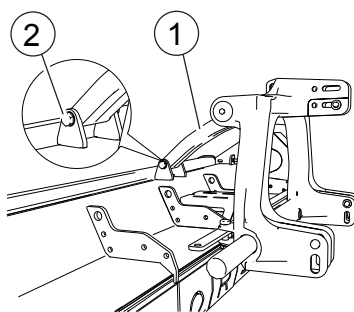
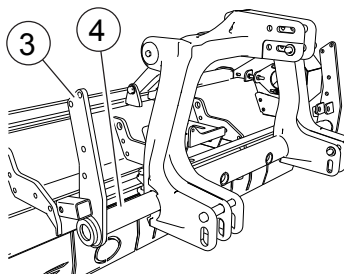

Fig. 22
Fig. 23
- Appoggiare a terra il gruppo di spostamento. Avvicinare il braccio superiore (1, "Fig. 22") al punto di attacco sulla struttura. Avvitare la vite (2, "Fig. 22").
- Posizionare le staffe (3, "Fig. 22") sull'albero (4, "Fig. 23") del gruppo spostamento.
- To support the group of move to earth. Bring the superior arm (1, "Fig. 22") near to the linkage point on the structure. Tighten the screw (2, "Fig. 22").
- Position the brackets (3, "Fig. 23") on the side shift's shaft (4, "Fig. 23").
- Deposer par terre le groupe de déplacement. Approcher le bras supérieur (1, "Fig. 22") au point d'accrochement sur la structure. Visser la vis (2, "Fig. 22").
- Placer les étriers (3, "Fig. 23") sur l'arbre (4, "Fig. 23") du groupe déplacement.
- Der Verschiebung Gruppe auf dem Boden setzen. Bringt den oberen Arm (1, "Fig.22") an dem Befestigungspunkt an der Struktur. Ziehen Sie die Schraube (2, "Fig.22").
- Positionieren Sie die Halterungen (3, "Fig.23") auf der Welle (4, "Fig.23") von der Seitenverschiebung.
- Apoyar al suelo el grupo de desplazamiento. Llevar el brazo Superior H (1, "Fig.22") al enganche de la estructura. Atornillar el tornillo (2, "Fig.22").
- Posicionar los soportes (3, "Fig.23") sobre la conexión (4, "Fig.23") del grupo desplazamiento.
- Colocar o grupo de deslocamento no solo. Aproximar o braço superior (1, "Fig.22") ao ponto de fixação na estrutura. Apertar o parafuso (2, "Fig.22").
- Colocar os suportes (3, "Fig.23") sobre o eixo (4, "Fig.23") do grupo de deslocamento.